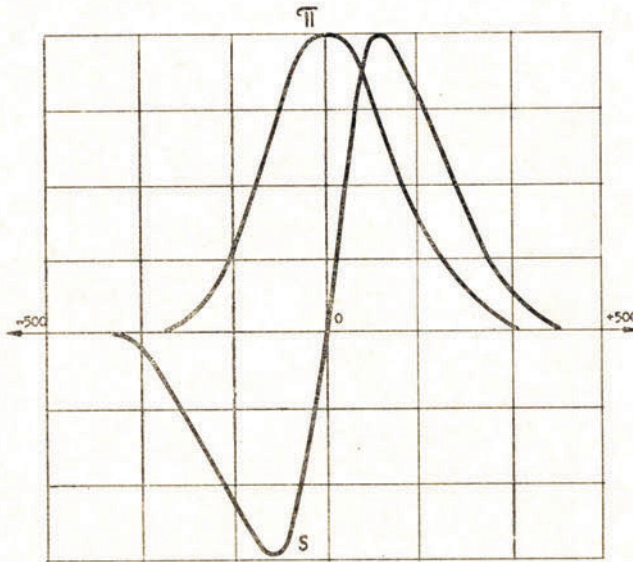

Abb. 7: FM-Abgleichkurven
- 1.2. Durch das Drehen der Kerne F202 und F204 wird die „π“-Kurve wie auf Abb. 7 einregulieren.
- 1.4. Durch das Drehen des Kernes F204, die „S“-Kurve wie auf Abb. 7 einregulieren.
und L102 auf Maximum abgleichen. Diese Abgleichen wird so lange durchgeführt bis im ganzen Bereich ein Gleichauf mit der Toleranz von 3 dB erreicht ist. Bei einem exakten Abgleich bleiben die Kurven „π“ und „S“ im ganzen Durchstimmbereich übereinstimmend mit Abb. 7.